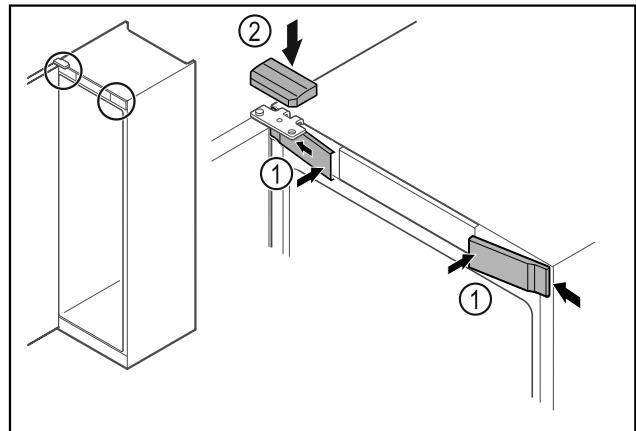

Fig. 63
- Acroșați apărătorile frontale *Fig. 63 (1)* lateral și fixați-le în poziție.
- Fixați în poziție apărătoarea superioară *Fig. 63 (2)* de sus.